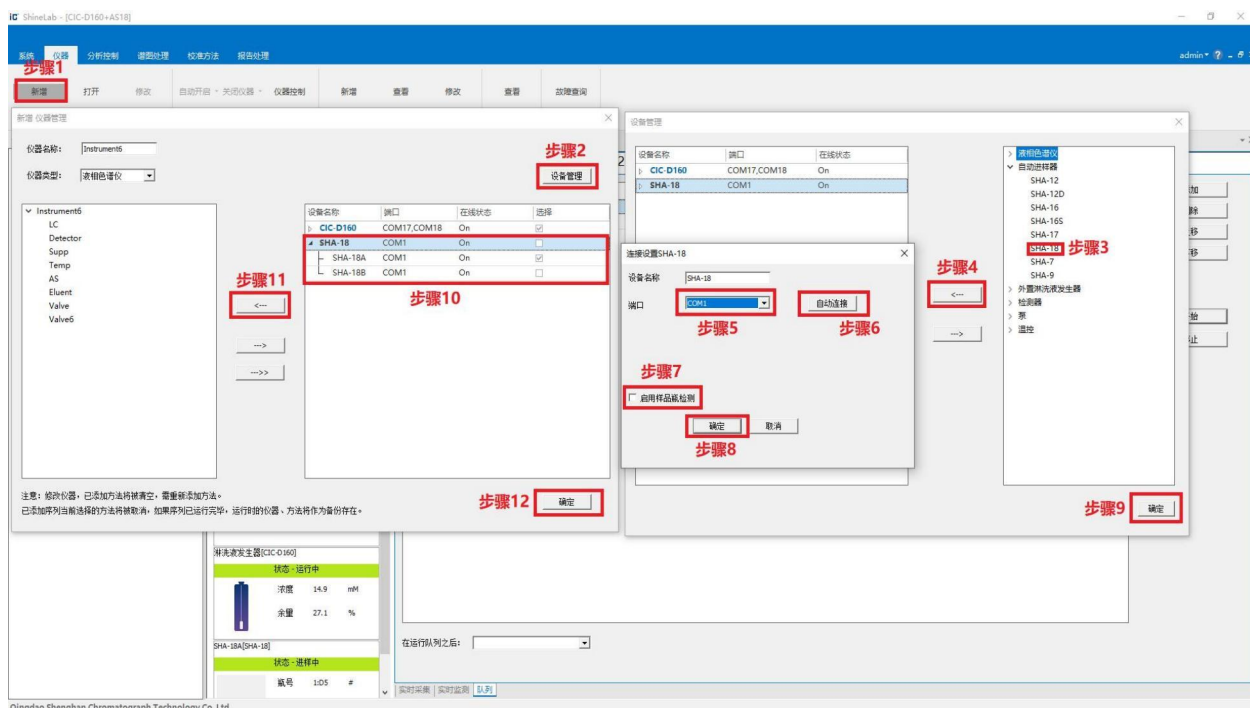

图 4-3 双通道仪器 B 通道配置
- A 通道仪器配置完成后，单击“仪器”中的“新增”选项，如图4-3 步骤 1；
- 在弹出的“新增仪器管理”对话框中，单击右侧的“设备管理”选项，弹出“设备管理”对话框，如图4-3 步骤 2；
- 单击“自动进样器”左侧下拉箭头，选中“SHA-20i”，如图 4-3 步骤 3，单击中间方向向左的箭头图标，如图4-3 步骤4；
- 在弹出的“连接设置 SHA-20i”窗口中单击“端口”对应的下拉箭头，选择 SHA-20i 对应的串口，单击“确定”，软件会给出连接成功或连接失败的提示，如图4-3 步骤 5、步骤6。步骤 7 为可选功能，默认不选择；
- 仪器连接成功后，单击“确定”图 4-3 步骤8，然后再单击“设备管理”窗口右下角的“确定”，如图4-3 步骤9，配置好的仪器会在显示在“新增设备管理”右侧窗口中，如图 4-3 步骤 10；
箭头符号，如图 4-3 步骤 10、步骤 11；
- g) 配置完成后单击右下角“确定”如图4-3 步骤 12，在仪器实时状态界面即可显示 SHA-20i，B 通道仪器配置完成。